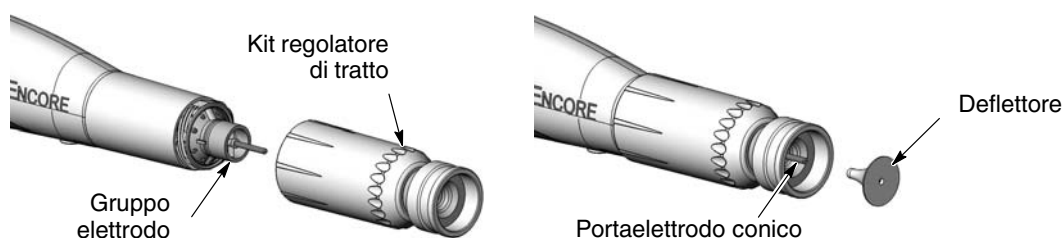

Figura 4-8 Installazione del kit del regolatore del tratto
3. Vedi figura 4-8. Installare l'ugello conico integrale sul gruppo elettrodo e avvitare manualmente il dado dell'ugello in senso orario.